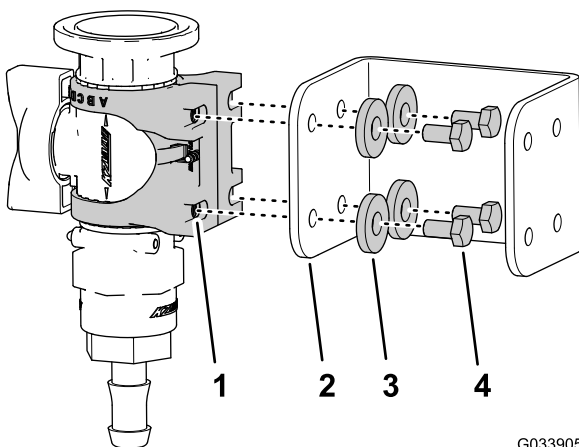

Figura 12
3. Montai suportul pentru supapă pe consola supapei de control (Figura 12) folosind 4 uruburi (6 x 12 mm) i 4 aibe plate; strângei uruburile la un cuplu de 10 până la 12 N·m.